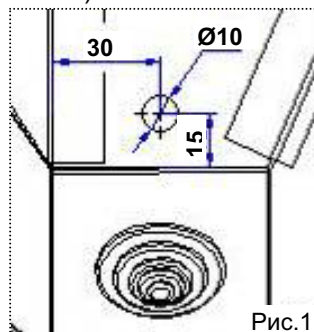

Рис.1
- просверлить отверстие Ø 10 мм в правой боковой стенке бункера АПО (по разметке, рис.1), удалить заусенцы с кромок отверстия;